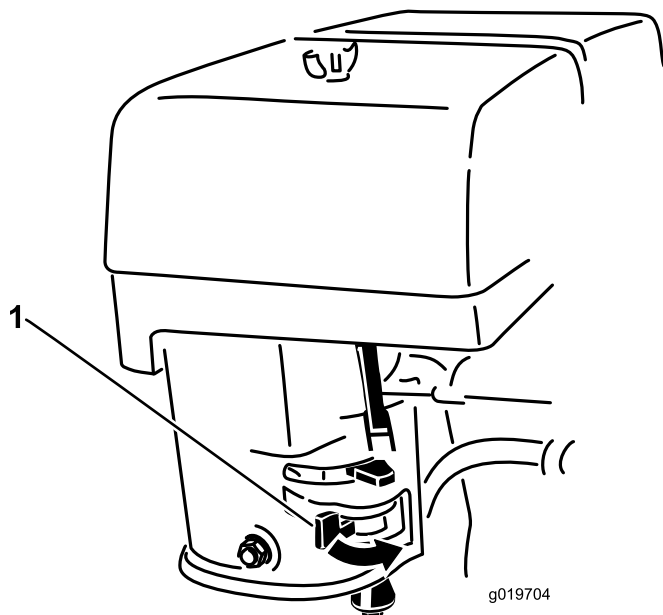

Figure 13
2. Tournez le robinet de carburant en position OUVRETE (Figure 13).